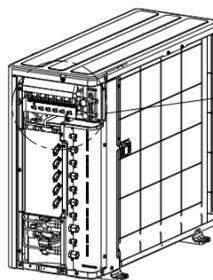

Рис. 3-3-1
- Во избежание неправильного подключения см. прикрепленную маркировку клемм, как показано на рис. 3-3-1.